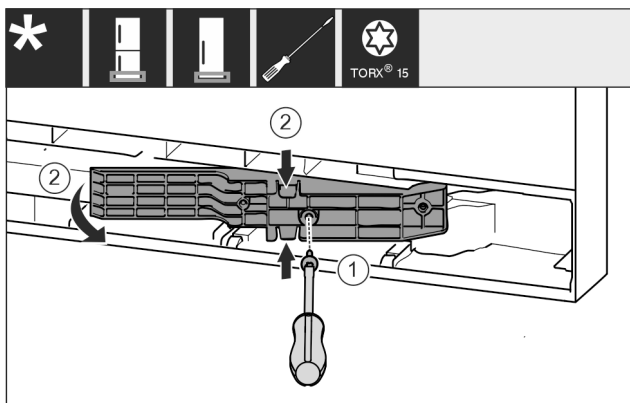

Fig. 18 *
- ▶ Λύστε τις βίδες με κατασβίδι T15. Fig. 18 (1)*
- ▶ Τραβήξτε έξω τον αντάπτορα. Fig. 18 (2)*